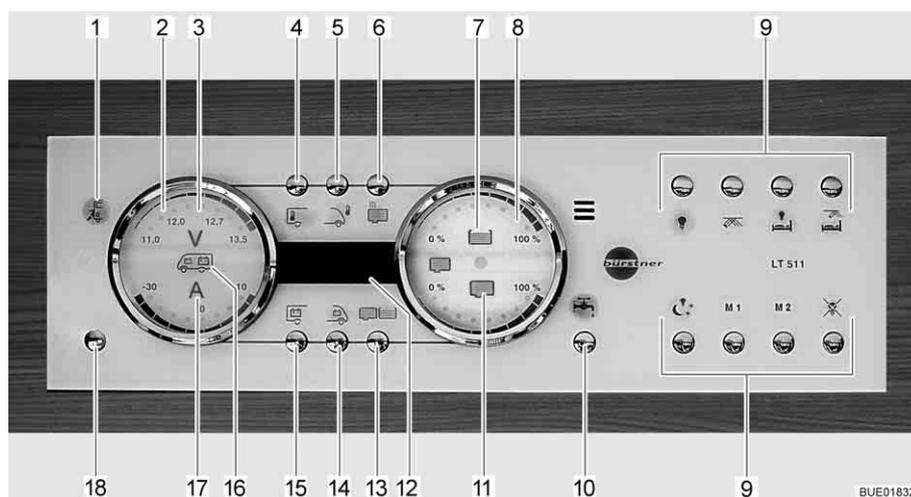

Fig. 118 Pannello di controllo LT 511
La spia di controllo a 230 V (Fig. 118,1) si accende quando all'ingresso della centralina elettrica è presente una tensione di rete.
L'interruttore principale a 12 V (Fig. 118,18) inserisce o disinserisce il pannello di controllo e l'alimentazione a 12 V dell'abitacolo.
- Premere brevemente il tasto dell'alimentazione a 12 V (Fig. 118,18). L'alimentazione a 12 V dell'abitacolo è inserita. L'indicatore di controllo "12 V" si accende.
- ▷ Se dopo l'accensione il LED "11,0" dell'indicazione dei Volt nonché il simbolo dei Volt "V" (Fig. 118,3) nell'indicatore delle batterie (Fig. 118,2) lampeggiano, significa che la tensione della batteria dell'abitacolo è insufficiente. Caricare la batteria.
- ▷ Se dopo l'accensione l'indicatore di controllo "12 V" e il simbolo dei Volt "V" (Fig. 118,3) lampeggiano tre volte, significa che la separazione della batteria è attivata. Disattivare la separazione della batteria.
- Premere brevemente il tasto dell'alimentazione a 12 V (Fig. 118,18). L'alimentazione a 12 V dell'abitacolo è disinserita. L'indicatore di controllo "Alimentazione a 12 V" si spegne.
- Premere il tasto della batteria dell'abitacolo (Fig. 118,15) e tenerlo premuto per ca. 10 secondi. Il simbolo dei Volt "V" (Fig. 118,3) e l'indicatore di controllo "12 V" lampeggiano tre volte. La batteria dell'abitacolo è separata dalla rete di bordo da 12 V.
- Premere il tasto "Alimentazione a 12 V" (Fig. 118,18) e tenerlo premuto per ca. 5 secondi. Il simbolo dei Volt "V" (Fig. 118,3) e l'indicatore di controllo "12 V" lampeggiano tre volte. La batteria dell'abitacolo è collegata alla rete di bordo a 12 V. L'indicatore di controllo si accende dopo ca. 5 secondi.
- Premere il tasto della batteria dell'abitacolo (Fig. 118,15). Il simbolo dei Volt "V" (Fig. 118,3) si accende. Il simbolo degli Ampere "A" (Fig. 118,17) diventa bianco o rosso a seconda del caricamento o dello scaricamento. La tensione della batteria e la corrente della batteria dell'abitacolo vengono indicate attraverso i LED nell'indicatore.
- Premere il tasto della batteria di avviamento (Fig. 118,14). Il simbolo dei Volt "V" (Fig. 118,3) si accende. La tensione della batteria della batteria di avviamento viene indicata attraverso i LED nell'indicatore.
- Premere il tasto dei serbatoi (Fig. 118,13). I simboli del serbatoio dell'acqua (Fig. 118,7) e del serbatoio delle acque grigie (Fig. 118,11) si accendono. I livelli di riempimento del serbatoio dell'acqua (scala superiore) e del serbatoio delle acque grigie (scala inferiore) sono indicati dai LED nell'indicatore.
Il simbolo del serbatoio dell'acqua (Fig. 118,7) o il simbolo del serbatoio delle acque grigie (Fig. 118,11) lampeggia se il serbatoio dell'acqua è vuoto o il serbatoio delle acque grigie è pieno.
Attraverso l'indicatore digitale (Fig. 118,12) è possibile visualizzare la temperatura interna e la temperatura esterna.